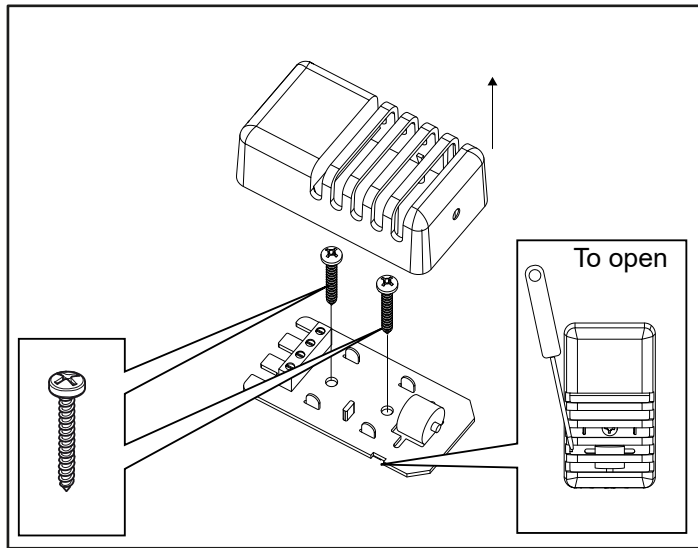
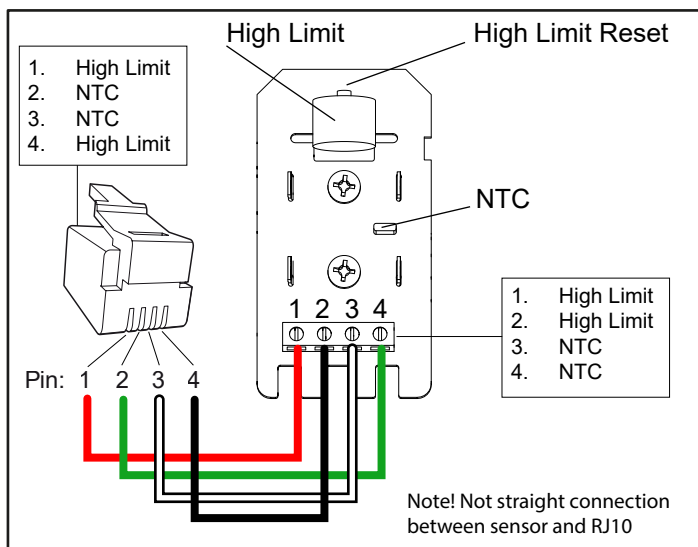

Rysunek 11. Montaż czujnika
Rysunek 12. Okablowanie przez ścianę.
- 8A. Zamontuj czujnik na ścianie (patrz rysunek 11). Przewód termistora także można przeprowadzić przez ścianę. Jeśli w ścianie za czujnikiem znajdują się otwory, zatkaj je (patrz rysunek 12). Przewód termistora można przedłużyć poza saunę za pomocą przewodu niskonapięciowego (2-żyłowego).
8B. Zainstaluj czujnik na ścianie, dwie piece saunowe, patrz rys. 13. Przewód termistora można również przeprowadzić przez ścianę. Uszczelnij wszelkie otwory w ścianie za czujnikiem, patrz rys. 12. Przewód termistora można przedłużyć na zewnątrz sauny za pomocą przewodu niskiego napięcia (4-żyłowego). Jeśli chcesz poprowadzić kabel wewnątrz sauny, patrz rys. 15.